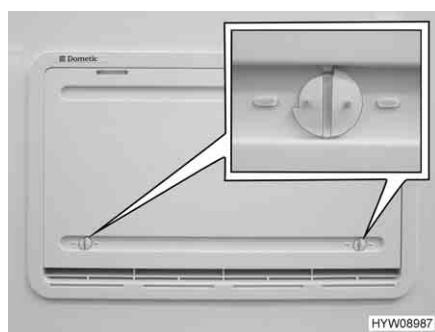

Fig. 228 Protection hivernale
Quand le réfrigérateur doit être utilisé à basses températures extérieures, le fabricant recommande d'employer une protection hivernale (Fig. 228) pour ses grilles d'aération du réfrigérateur.
- Ouvrir les deux dispositifs de verrouillage (Fig. 228) (la rainure est à l'horizontale).